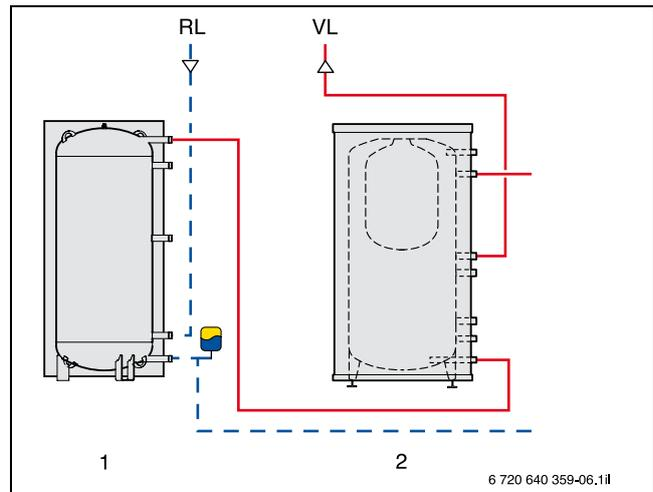

Fig. 16 Conexión en serie para diferentes acumuladores
- Los acumuladores adicionales se deben conectar como se muestra en la Fig. 16.